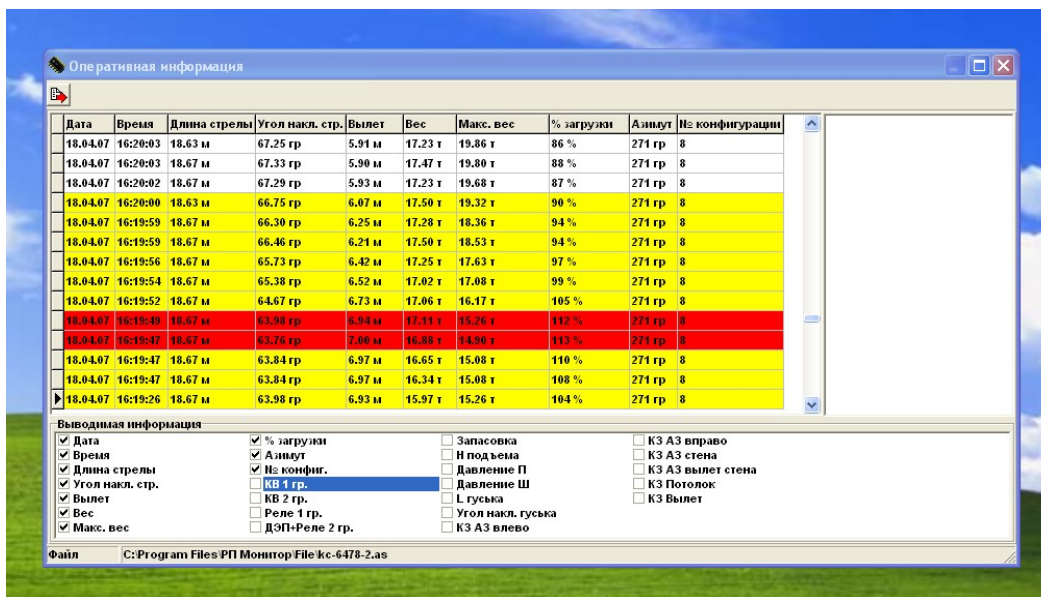
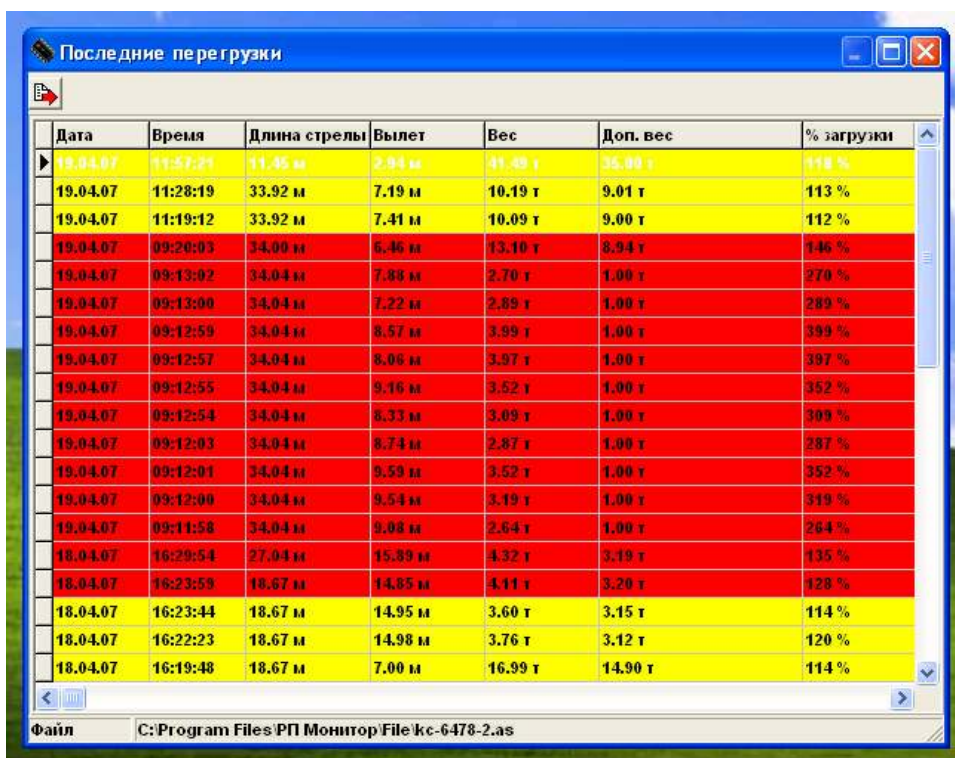

Рис.18
Рис.19
- оперативная информация, Рис.18;
- последние перегрузки, Рис.19.
Чтобы отправить выделенную группу кадров на печать следует нажать специальную кнопку в верхнем правом углу окна "Оперативная информация", Рис.18, или окна "Последние перегрузки", Рис.19.